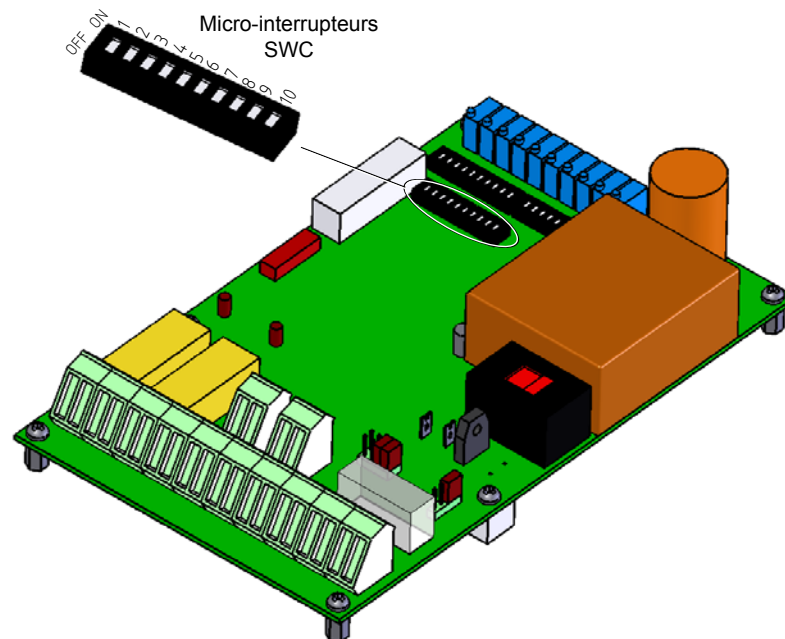

Figure 3-2 Emplacement des micro-interrupteurs SWC3 et SWC4
- Le micro-interrupteur SWC2, visible à la *figure 3-2*, doit être sur la position ON.
- Le micro-interrupteur SWA10, visible à la *figure 3-2*, doit être sur la position OFF.
- Pour l'ajustement des seuils de détection  $U_{level1}$  et  $U_{level2}$ , les micro-interrupteurs SWC3 et SWC4, visibles à la *figure 3-2*, doivent être en position ON.